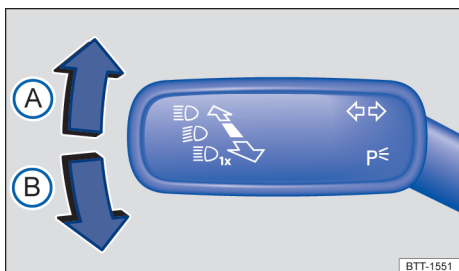

图 61 转向柱左侧：转向信号灯/前照灯远光操纵杆
- 将转向信号灯/前照灯远光操纵杆 → 图 61 从中间位置拨至以下位置：